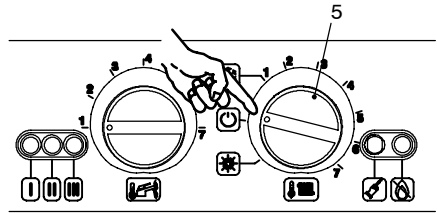

fig. 9.17
- 6 Per uscire dalla funzione SPAZZACAMINO della caldaia posizionare il selettore 5 del pannello comandi come indicato in fig. 9.17